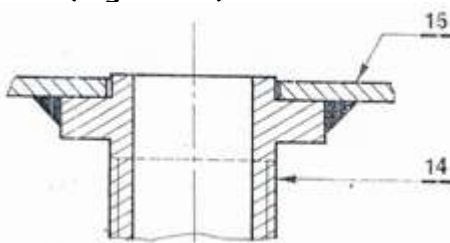

Figure 6
- A. Liaison complète** Lorsque les deux pièces ne peuvent prendre aucun mouvement de l'une par rapport à l'autre, elles sont solidaires entre elles. Dans ce cas on dit que la liaison est complète, totale ou encastrement. Là on ne tolère aucun degré de liberté et les deux pièces sont considérées ou assimilées à une seule pièce (Figure 6).